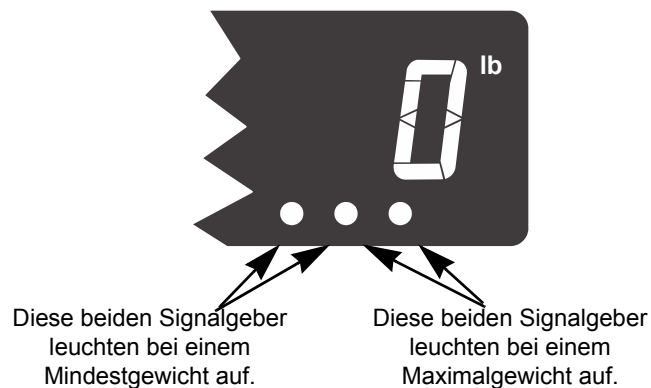

Abbildung 3.2 Min.-/Max.-Signalgeber
Nur das höchste auf der Waage erfasste Gewicht wird angezeigt, wenn die Spitzenwerterfassung aktiviert ist. Das Mindestgewicht wird durch zwei grüne *kreisförmige* Signalgeber angezeigt. Das Maximalgewicht wird durch zwei andere grüne *kreisförmige* Signalgeber angezeigt. Siehe Abbildung 3.2.
1. Wiederholt auf die Taste **SELECT (AUSWÄHLEN)** drücken, bis die beiden grünen kreisförmigen Signalgeber rechts aufleuchten. Siehe Abbildung 3.2. Das bedeutet, dass jetzt der Spitzenwert bzw. das Maximalgewicht angezeigt wird.